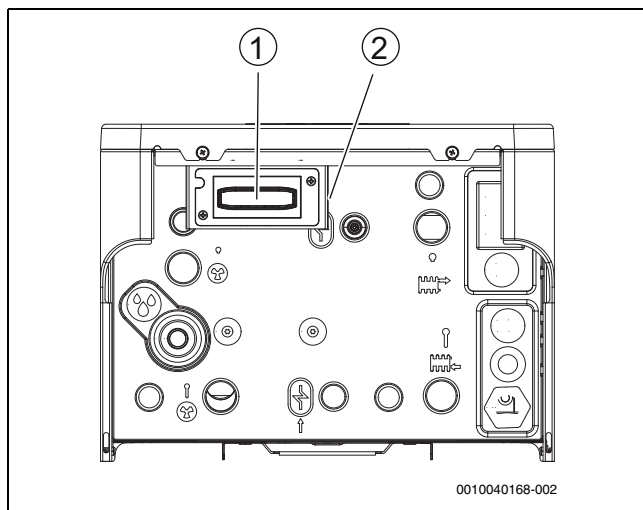

Fig. 9 Placement de Connect-Key K30RF
1. Ouvrir le levier (→ [2], figure 9).
2. Placer le module dans le support (→ [1], figure 9).